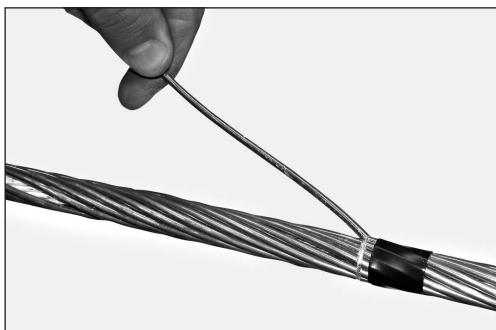

Figura 24
6.5 Extraia com cuidado os tentos de aço alumínio do cabo (figura 24).